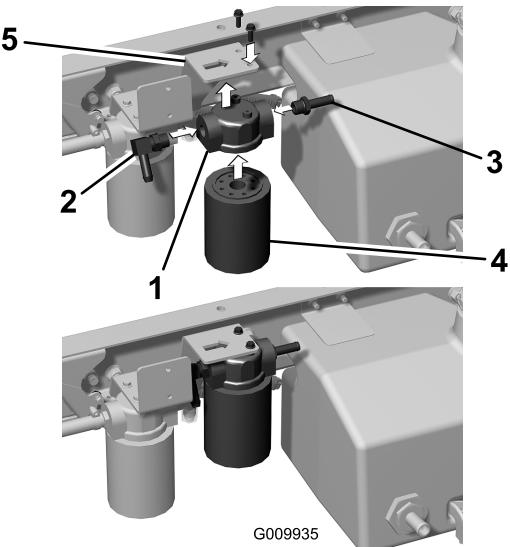

Figura 11
1. Monte un acoplamiento dentado de 90 grados en el orificio de entrada de la cabeza del filtro (Figura 11).
2. Monte un acoplamiento dentado recto en el orificio de salida de la cabeza del filtro (Figura 11).
3. Monte la cabeza del filtro a la escuadra del bastidor con 2 tornillos con arandela prensada (1/4" x 3/4"), como se muestra en la Figura 11.